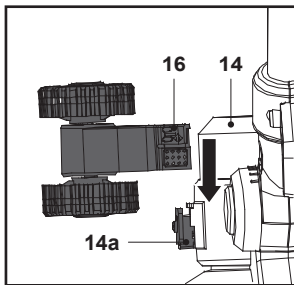

Fig. 2
1. Alinee las ranuras deslizantes de la rueda desbrozadora (16) con el soporte de desbrozadora (14a) en la parte delantera del alojamiento del motor (14) y deslice la rueda desbrozadora (16) hacia dentro para fijarla. Asegúrese de que hace un clic al encajar (Fig. 2).